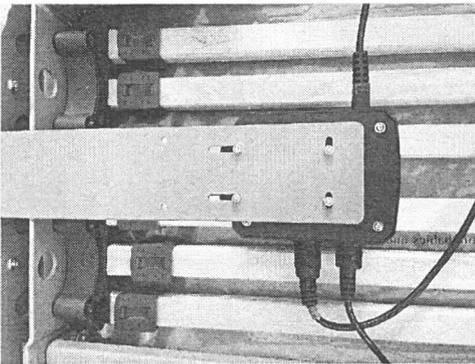

Abbildung 10
- Demontieren Sie die Kontrollbox von der Halteplatte (Abb. 10).